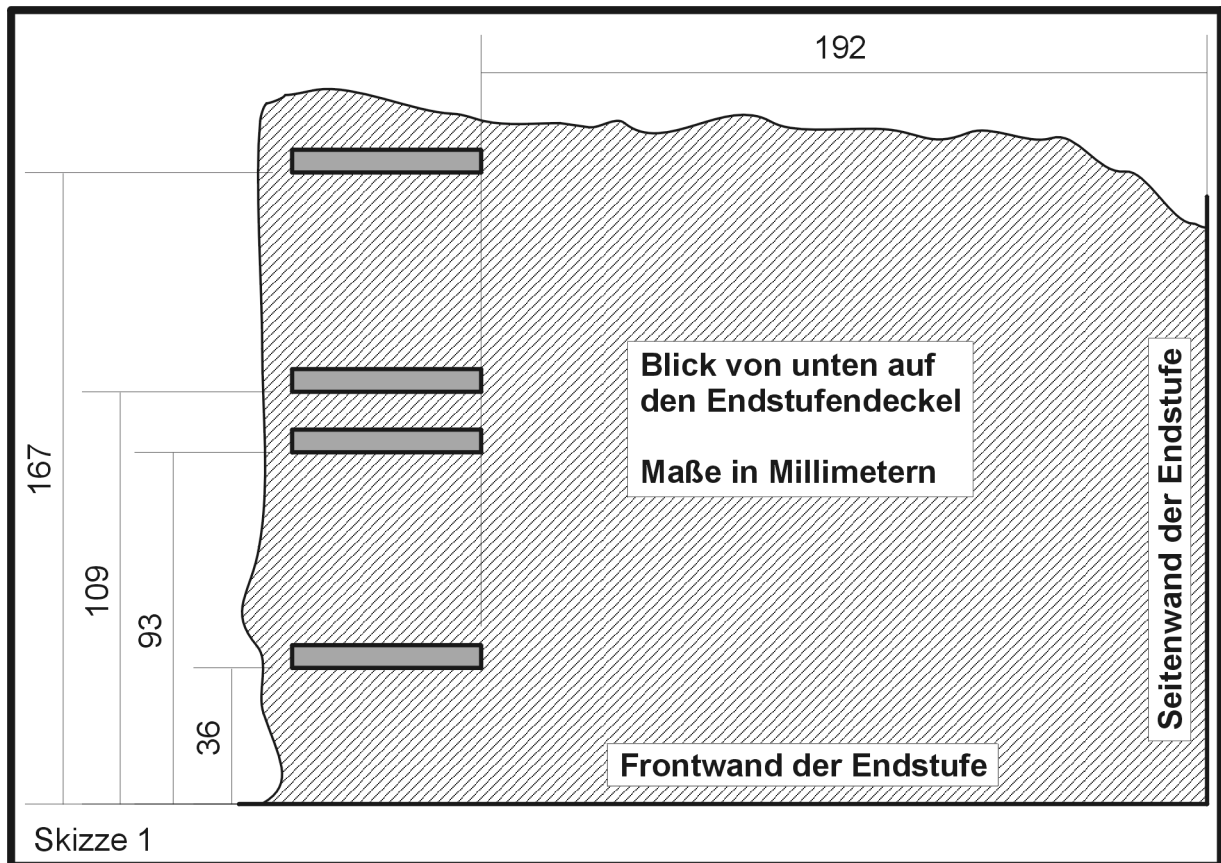

Bild 14: Anbringung der Moosgummistreifen
6. Kleben Sie die beiliegenden Streifen aus selbstklebendem Zellkautschuk gemäß Bild 14 unter den oberen Deckel.